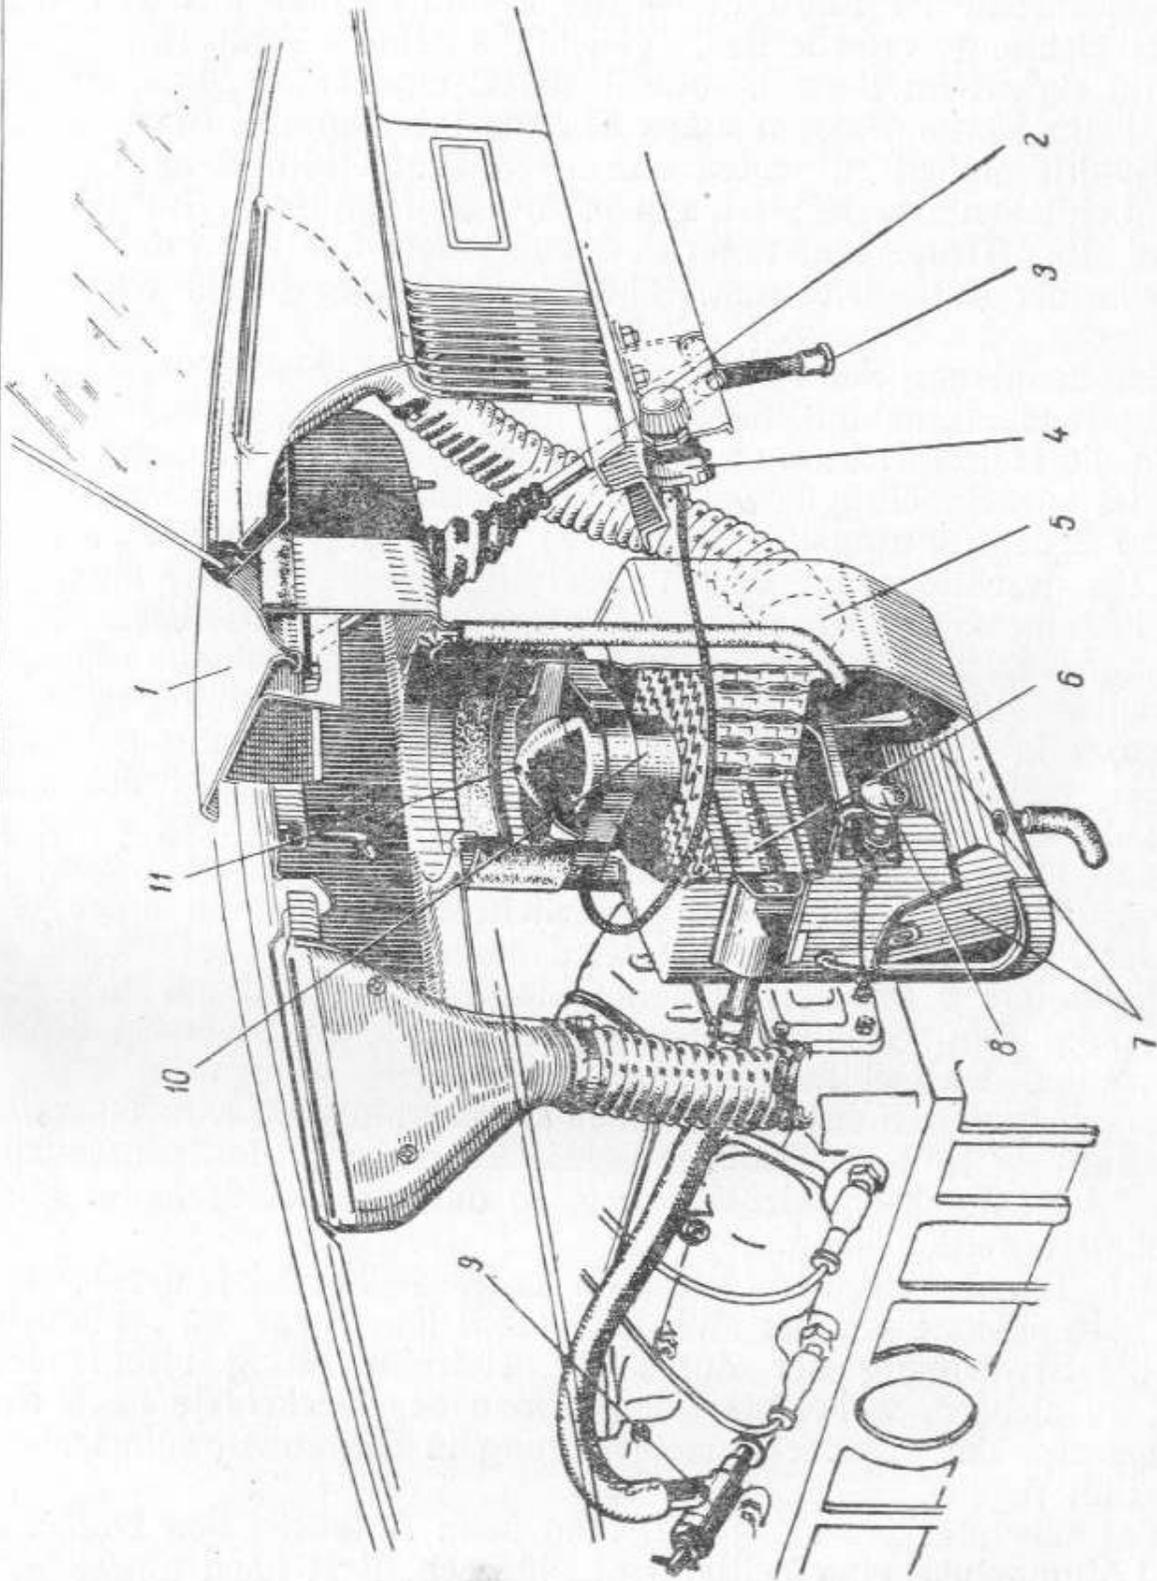

Bild 12. Heizanlage und Windschutzscheibenentfroster
a) des Öffnungsspalt des Deckels 1 (Bild 12) der Lüftungsluke im Oberteil der Vorderwand des Wagens vor der Windschutzscheibe durch Betätigung des Hebels 3;
Bei Benutzung der Heizeinrichtung ist zu berücksichtigen, daß die Lufttemperatur im Innenraum hauptsächlich von der Menge der in die Heizeinrichtung von außen tretenden Luft abhängt. Deshalb ist zur Erzielung der Höchsttemperatur im Innenraum der Deckel 1 der Lüftungsluke (Bild 12) vollständig geöffnet zu lassen. Bei geschlossenem Deckel der Lüftungsluke arbeitet die Heizeinrichtung so gut wie nicht, da es wegen der unmittelbaren Verbindung der Heizeinrichtung mit der Lüftungsluke beinahe unmöglich ist, daß Luft durch diese Verbindungsstelle bei ungenügender Dichtung in den Wärmeaustauscher der Heizeinrichtung gelangt.